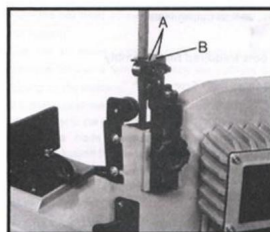

Fig. 3
3. Rimuovere le due viti (A, Fig. 3) e la piastra deflettoria (B).